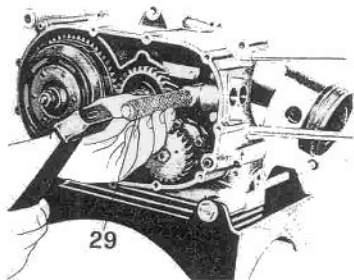

Fig. 81
- la boccia per albero distribuzione adoperare apposito punzone n° 10907800 (29 di fig. 81) completa di anellino di tenuta;